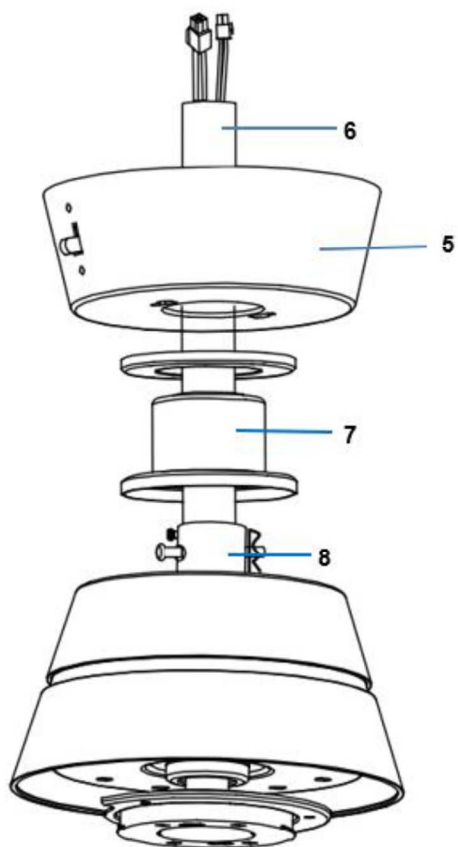

Abbildung 4.5
6. Schiebe die Lagerhülse (Yoke Cover) über das Kupplungsgehäuse (Abbildung 4.5).